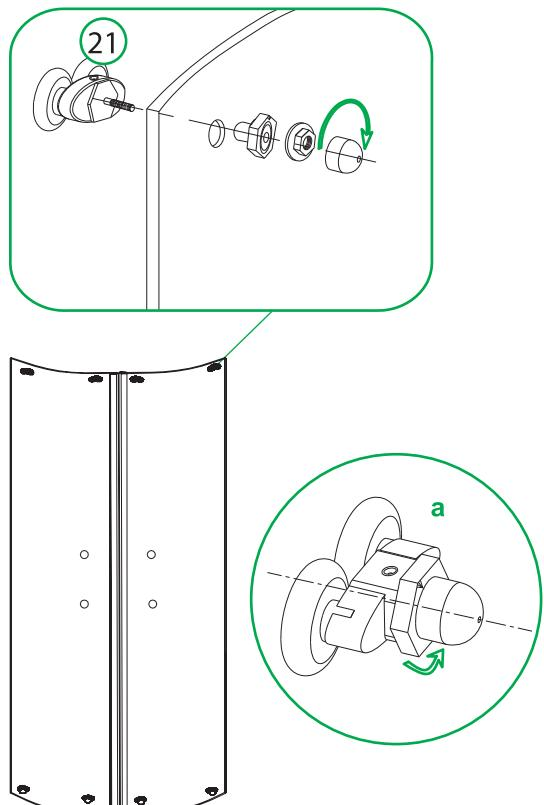
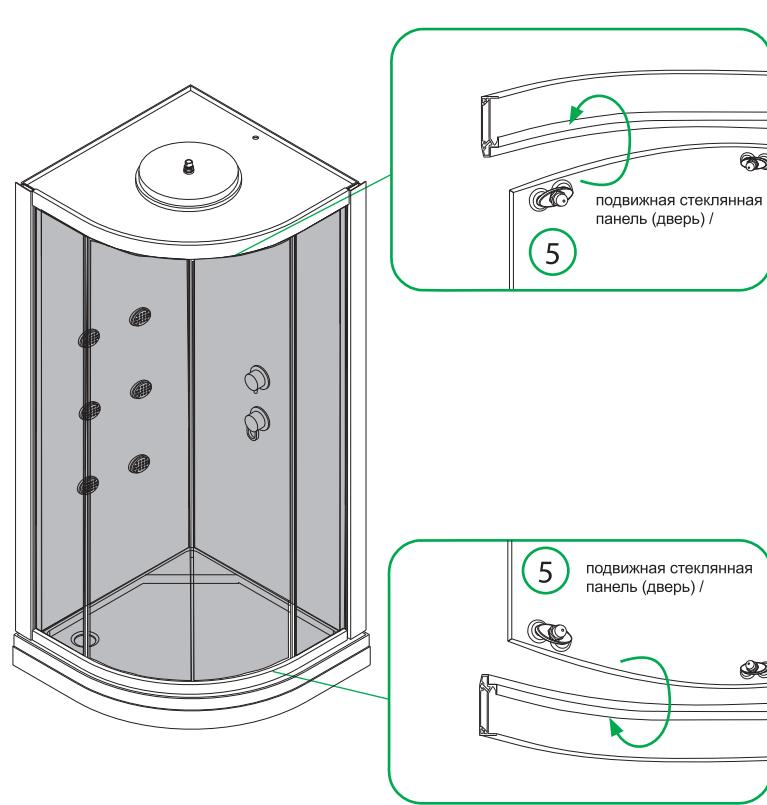

Рис. 14 / 14-сур.
Рис. 15 / 15-сур.
10. Установите ролики на подвижные стеклянные панели (двери) (рис. 14).
11. Установите двери на профили (рис. 15). Произведите регулировку роликов для плотного смыкания дверей с помощью эксцентрических шестигранных гаек-роликов (рис. 14а).